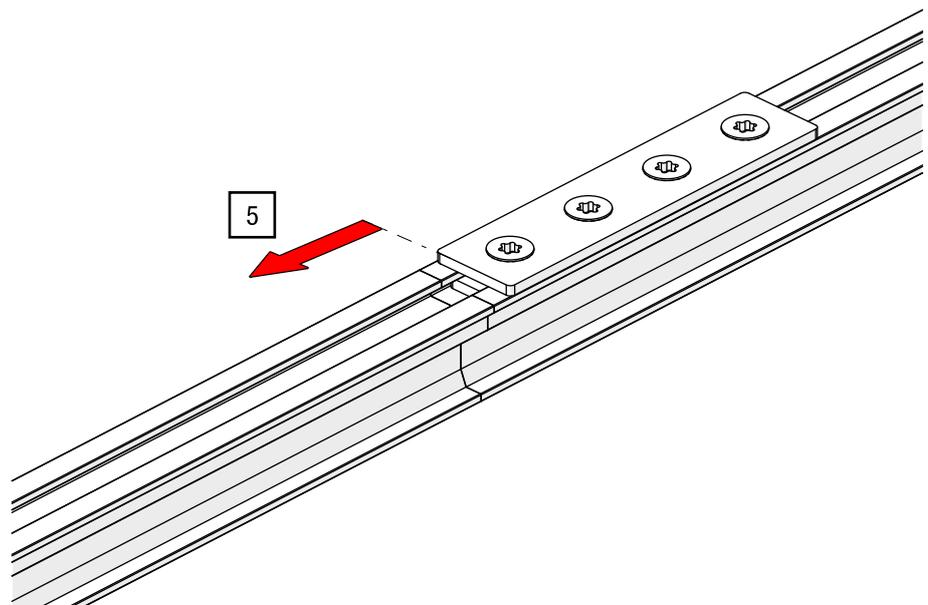

Abb. 46: Schienenverbinder – mittig positionieren
5. Verschieben Sie den Schienenverbinder mittig auf die verbundenen Schienenteile (siehe Abb. 46).